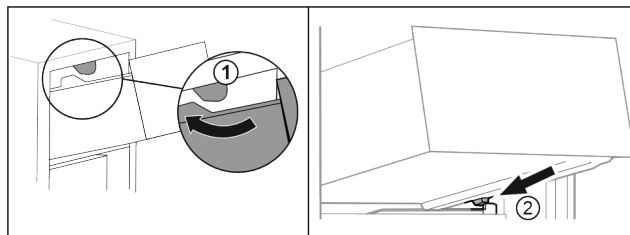

Fig. 94
- ▶ Ved'te zásuvku podél horních zarážek. *Fig. 94 (1)*
- ▶ Nasaďte zásuvku šikmo za dolní zarážky na žebrování na nádoby. *Fig. 94 (2)*